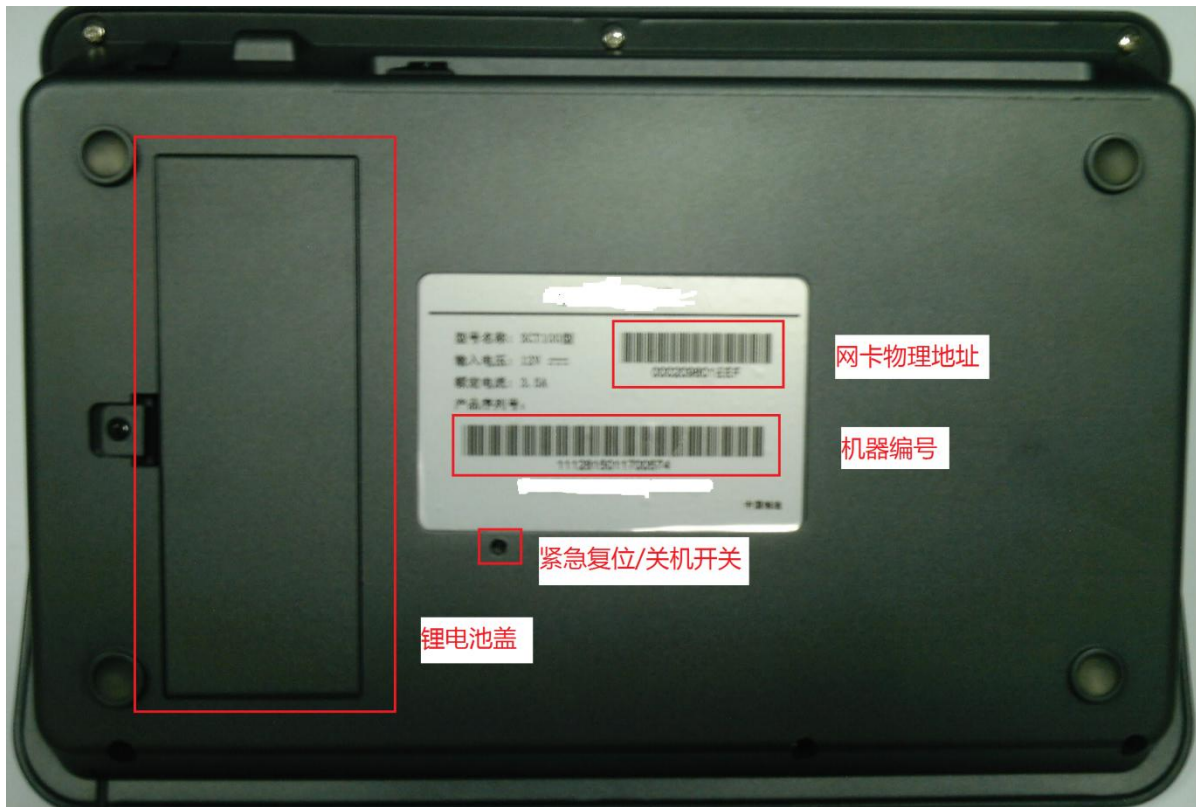

图 3-1 机器背面
3. 机器背面有个紧急复位/关机开关，如图 3-1 所示，长按该开关即可关机。**注意：该方法可能会造成数据丢失！**
3. 机器背面有个紧急重启/关机开关，如图 3-1 所示，短按该开关即可重启。**注意：该方法可能会造成数据丢失！**